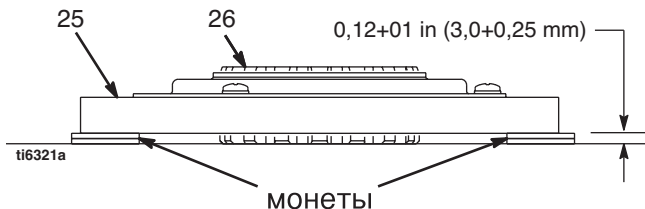

Рис. 8
1. Рис. 8. Положите две стопки по две десятикопеечные монеты на гладкую поверхность верстака.
2. Положите каркас (25) на эти две стопки монет.
3. Прижмите центр втулки (26) к поверхности верстака.